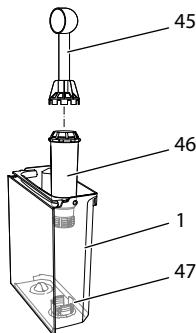

Abb. 25: Wasserfilter ein-/ ausschrauben
- Entfernen Sie den Wasserfilter, wenn das Gerät Sie dazu auffordert (siehe Abb. 25 *Wasserfilter ein-/ausschrauben* auf Seite 45).